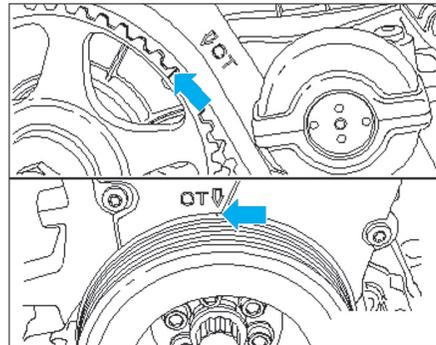

Fig. 13
- Amener le pignon d'arbre à cames au PMH en faisant tourner le vilebrequin. Aligner le repère de la poulie d'arbre à cames et celui de la poulie vilebrequin avec celui du carter de distribution. (Fig.13)
soient bien dans la position repérer précédemment (Fig.13).